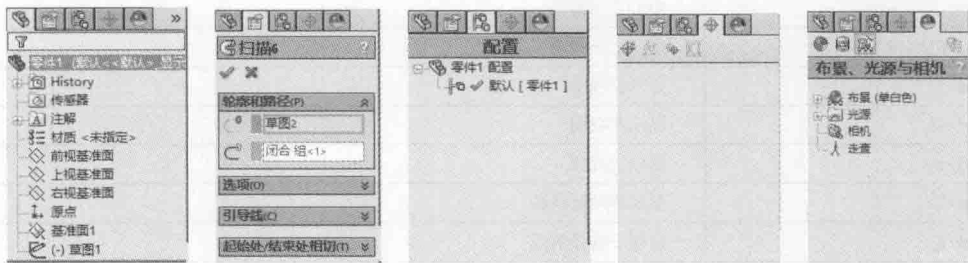

图 1-6 导航控制区的几个选项卡
- **导航控制区:** 位于主操作界面的左侧,由“FeatureManager”、“PropertyManager”、“ConfigurationManager”、“DimXpertManager”和“DisplayManager”5个选项卡组成,如图 1-6 所示。其中“FeatureManager”选项卡(也称为“特征管理器”)是最常用的选项卡,用于将当前模型的特征以树状结构方式显示,以方便建模和修改,其他导航控制区通常会自动切换。